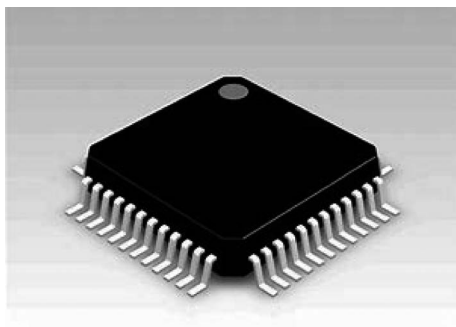

图 3-2 LQFP 封装
(2) LQFP: 薄型 QFP(Low-profile Quad Flat Package)指封装本体厚度为 1.4mm 的 QFP,是日本电子机械工业会根据制定的新 QFP 外形规格所用的名称,而 QFP 这种技术的中文含义叫方形扁平式封装技术(Plastic Quad Flat Package),该技术实现的 CPU 芯片引脚之间的距离很小,引脚很细,一般大规模或超大规模集成电路采用这种封装形式,如图 3-2 所示。该技术封装的 CPU 操作方便,可靠性高,而且其封装外形尺寸较小,寄生参数减小,适合高频应用;该技术主要适合用 SMT 表面安装技术在 PCB 上安装布线。